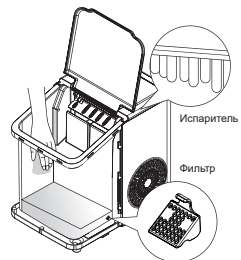

Рис. 2
- Корпус льдогенератора (2) и внутреннюю поверхность (4) протрите влажной тканью, после этого протрите насухо, выньте фильтр и промойте его (рис. 2).
- Убедитесь в том, что сливная пробка (1) установлена на место.